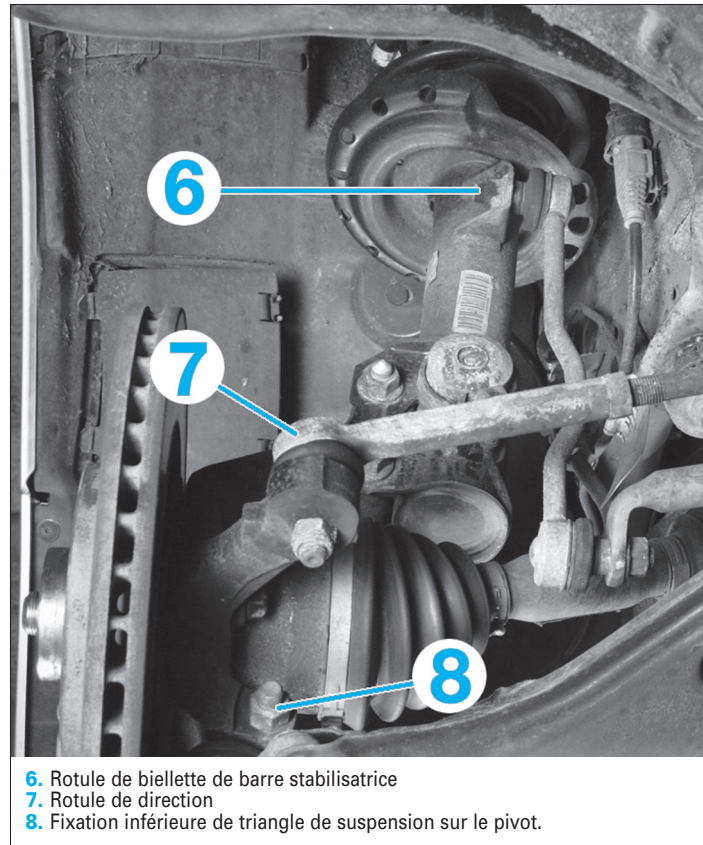

FIG. 2
- Dévisser la rotule (6) de la biellette de barre stabilisatrice et l'extraire de l'amortisseur (fig. 2).
- les rotules (6) de barre stabilisatrice de l'amortisseur (fig. 2).
- les rotules de direction des pivots (7).
- les rotules des triangles inférieurs sur les pivots (8) (fig. 2).